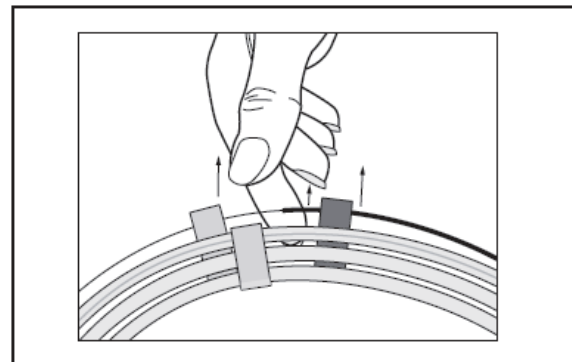

図 3: ワイヤ固定具とシース固定具の間からデリバリーワイヤとシースを慎重に外す
- h. デリバリーワイヤとイントロドューサシースを一緒につかみ、ワイヤ固定具(白色)とシース固定具(オレンジ色)から、デリバリーワイヤがねじれないように慎重に外す(図 3 参照)。